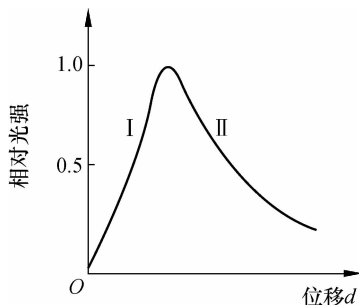

图 14-34 反射式光纤位移传感器输出特性曲线
1) 光纤位移传感器的输出特性如图 14-34 所示,由于光纤有一定的数值孔径,当光纤探头端紧贴被测物体时,发射光纤中的光信号不能反射到接受光纤中;当被测物体逐渐远离光纤时,发射光纤照亮被测物体的面积越来越大;当整个接收光纤被照亮时,输出达到最大;被测体继续远离时,光强开始减弱。